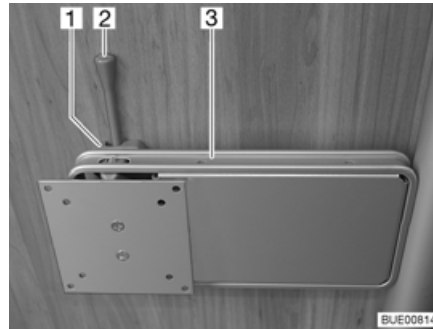

Bild 66 Halterung an Säule
- Den Entriegelungshebel (Bild 66,2) zur Seite drücken und die Halterung (Bild 66,3) mit dem Flachbildschirm in die gewünschte Position drehen.
- Flachbildschirm zurückdrehen, bis die Halterung (Bild 66,3) in die Verriegelung (Bild 66,1) einrastet.